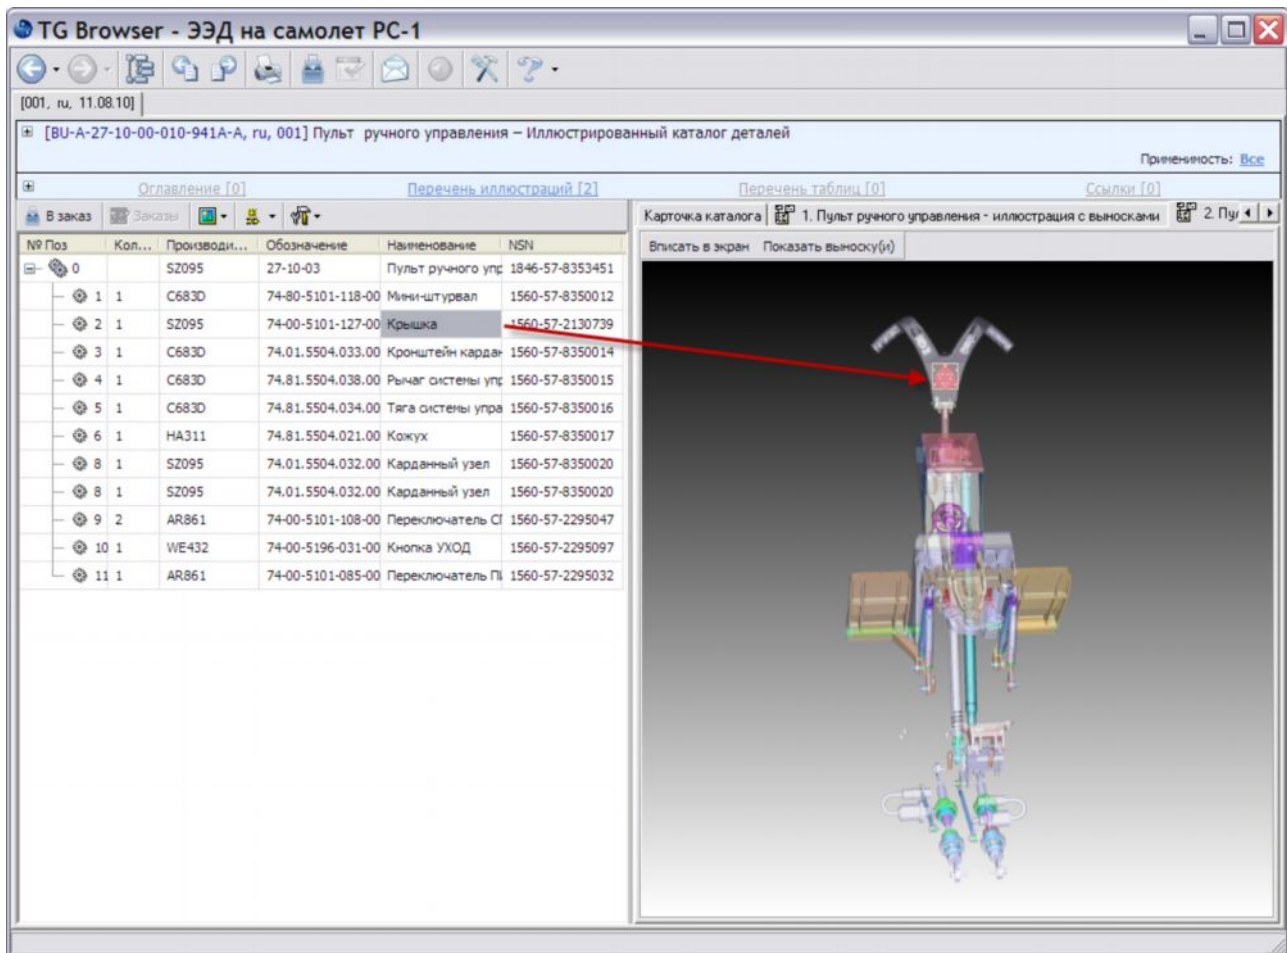

Рис. 4.63
5. На вкладке **Структура** найдите название модуля данных и щелкните по нему левой кнопкой мыши. Справа появится окно просмотра электронных каталогов (Рис. 4.63).
6. Выделите любую ячейку строки каталога с элементом «Крышка». При этом на 3D модели подсветится соответствующая деталь (Рис. 4.63). При выборе детали на 3D модели подсветится ячейка строки каталога с соответствующим элементом.